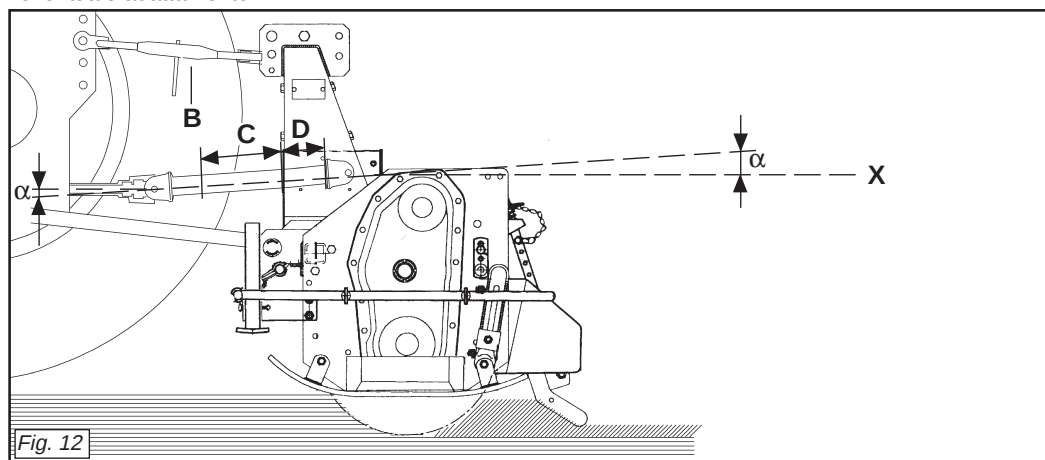
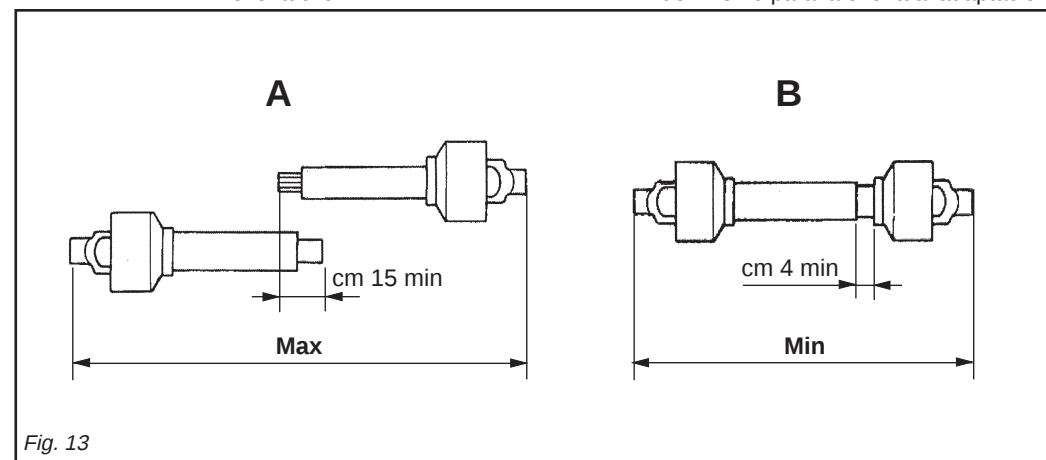

Fig. 12
Fig. 13
Per fare ciò aumentare o diminuire la lunghezza della barra superiore dell'attacco (B Fig. 12) in modo da portare l'asse (X Fig. 12) della ghiera scanalata della scatola parallela al suolo.
- I due angoli ( $\alpha$  Fig. 12) formati dalle assi delle forcelle e l'asse dei tubi scorrevoli saranno uguali e non dovranno superare i 10°.
- La copertura (C Fig. 12) dei tubi scorrevoli deve essere di 15 cm minimo (Fig. 13).
- I due tubi dell'albero di trasmissione a cardano non si devono ricoprire completamente, una corsa di sicurezza (D Fig. 12) di 4 cm minimo deve sussistere.
*To achieve this, increase or decrease the length of the top bar of the hitch (B Fig. 12) so as to set the axis (X Fig. 12) of the housing's grooved ring nut parallel to the ground.*
- *The two angles ( $\alpha$  Fig. 12) formed by the fork axes and the axis of the sliding tubes will be equal and must not exceed 10°.*
- *The sliding tubes (C Fig. 12) must overlap by at least 15 cm (Fig. 13).*
- *The two tubes of the driveline shaft must not fully overlap. There must always be a safety travel (D Fig. 12) of at least 4 cm.*
Um dies zu erhalten, die Länge der oberen Kupplungsstange (B Abb. 12) erhöhen oder verringern, bis die Achse (X Abb. 12) der Keilmutter des Gehäuses parallel zum Boden steht.
- Die beiden Winkel ( $\alpha$  Abb. 12), die aus den Achsen der Gabeln und der Achse der Gleitrohre bestehen, müssen gleich groß sein und dürfen auf keinen Fall größer als 10° sein.
- Die Überdeckung (C Abb. 12) der Gleitrohre muss mindestens 15 cm ausmachen (Abb. 13).
- Die beiden Rohre der Gelenkwelle dürfen sich nicht ganz überdecken. Es muss noch einen Sicherheitshub (D Abb. 12) von mindestens 4 cm geben.
*Pour obtenir cette condition augmenter ou diminuer la longueur de la barre supérieure de l'attelage (B Fig. 12) de manière à ce que l'axe (X Fig. 12) de la bague cannelée de la boîte soit parallèle au sol.*
- *Les deux angles ( $\alpha$  Fig. 12) formés par les axes des fourches et l'axe des tubes coulissants doivent être identiques et ne doivent pas dépasser 10°.*
- *La couverture (C Fig. 12) des tubes coulissants doit être au minimum de 15 mm (Fig. 13).*
- *Les deux tubes de l'arbre de transmission à cardans ne doivent pas se recouvrir complètement, il doit rester une course de sécurité (D Fig. 12) de 4 cm au minimum.*
El enganche es correcto cuando la máquina está horizontal en posición de trabajo. Para ello aumentar o disminuir la longitud de la barra superior del enganche (B Fig. 12) en modo de llevar el eje (X Fig. 12) de la tuerca ranurada de la caja paralela al terreno.
- Los dos ángulos ( $\alpha$  Fig. 12) formados por los ejes de las horquillas y el eje de los tubos corredizos serán iguales y deberán superar los 10°.
- La cobertura (C Fig. 12) de los tubos corredizos debe ser como mínimo de 15 cm (Fig. 13).
- Los dos tubos del árbol de transmisión de cardán no se deben cubrir completamente, debe quedar una carrera de seguridad (D Fig. 12) de 4 cm como mínimo.
- Gli angoli ( $\alpha$  Fig. 12) dei cardani non devono essere superiori a 40° (Fig. 12). Se non si raggiungono questi due risultati:
Quando esso è inserito al massimo, il gioco minimo consentito deve essere di 4 cm. (Fig. 13).
- The angles ( $\alpha$  Fig. 12) of the drivelines must not exceed 40° (Fig. 12).
When fully inserted, the minimum play must be 4 cm. (Fig. 13).
- Die Winkel ( $\alpha$  Abb. 12) der Gelenkwellen dürfen nicht größer als 40° sein (Abb. 12).
Wenn die beiden Teile ganz zusammengeschoben sind, muß das kleinstmögliche Spiel 4 cm ausmachen. (Abb. 13).